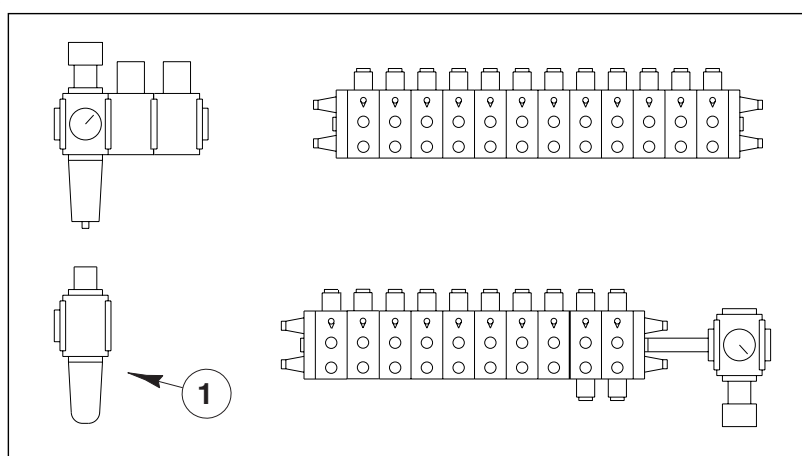

Fig. 7.3
- Controle el nivel de aceite en el lubricador de aire de la cadena (*Pos.1, Fig.7.3*).